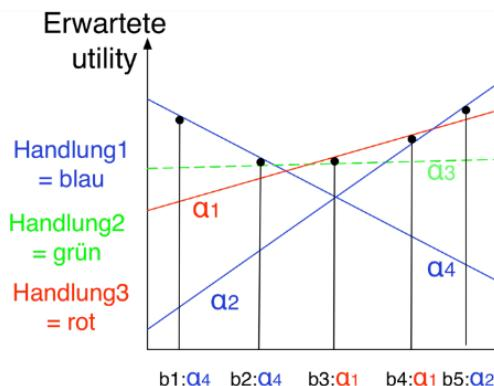

Abbildung 71: PB VI Schema
- Schema: Die Genauigkeit hängt in der Praxis von der Anzahl der Vertreterpunkte und der Änderungshäufigkeit optimaler Handlungen über dem Zustandsraum ab (vgl. Abbildung 71)